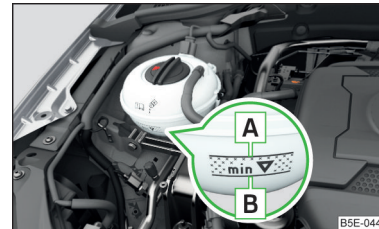

Abb. 198
**Kühlmittelstand prüfen** - der Kühlmittelstand muss zwischen den Markierungen **A** und **B** liegen » Abb. 198. Liegt der Kühlmittelstand unterhalb der Markierung **B**, das Kühlmittel nachfüllen.
Die **Spezifikation** des Kühlmittels ist auf dem Kühlmittelausgleichsbehälter aufgeführt » Abb. 198.
- Das Kühlmittel nicht über die Markierung **A** auffüllen » Abb. 198. Das Kühlmittel könnte bei Erwärmung aus dem Kühlsystem gedrückt werden - es besteht die Gefahr einer Beschädigung der Motorraumteile.